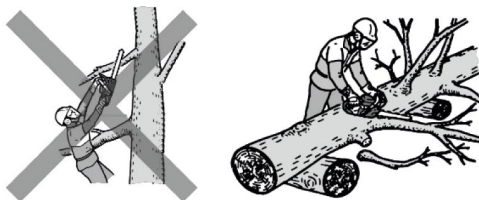

Рисунок 15. Схема обрізання малих гілок.
5.3.5.1 Обрізання малих гілок здійснювати тільки на поваленому дереві згідно зі схемою (рис. 15).